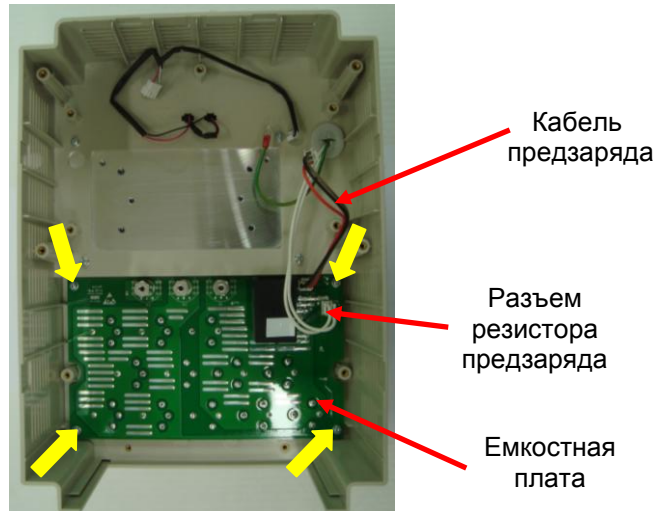

Рис. 6.11
6.5.3. Отсоединить разъемы кабеля предзаряда и резистора предзаряда (рис. 6.11).
6.5.4. Выкрутить четыре винта крепления емкостной платы (желтые стрелки, рис. 6.11), демонтировать ее и убрать в тару.